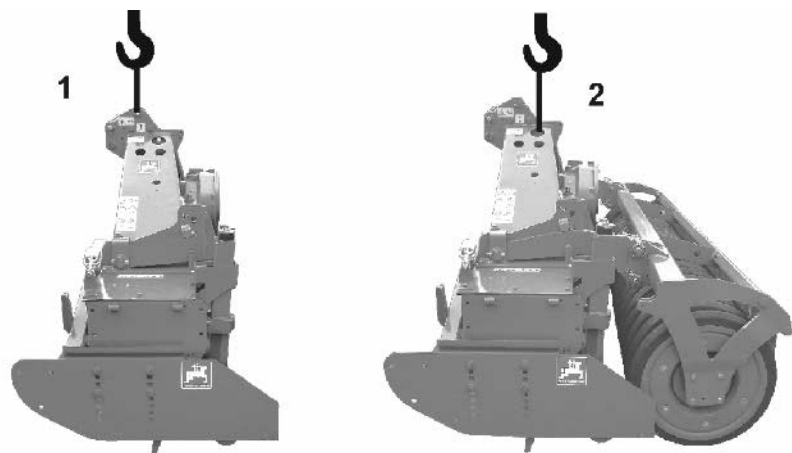

Рис. 4
- **КГ без катка** следует для погрузки подвесить к крюку крана, как это показано на Рис. 4/1.
- **КГ с катком** следует для погрузки подвесить к крюку крана, как это показано на Рис. 4/2.